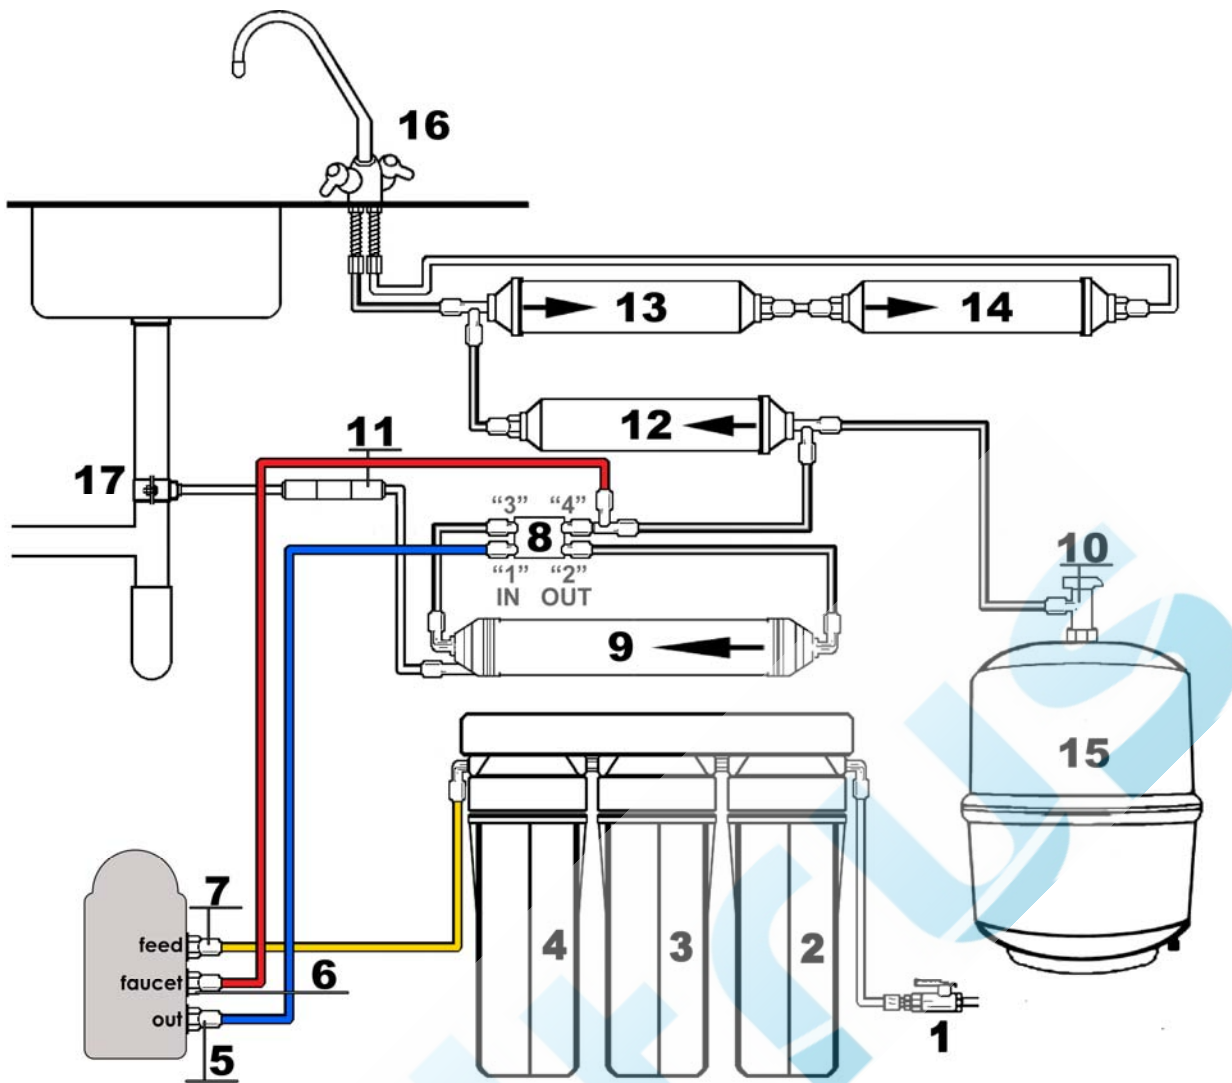

Рис.2
## Подключение повысительного насоса «Shark» (рис.2)
1. Подсоединить **желтый** шланг одной стороной к фитингу с надписью **IN(7)** и фитингу после позиции (4)
2. Синим шлангом соединить выход с насоса **OUT (5)** и вход на клапане (8) **IN (рис.2)**
3. Тройник с красным шлангом вставить в отверстие с цифрой «4»(см. схему на рис.2) на клапане (8), а другой конец вставить в отверстие **High Pressure Switch (6)**